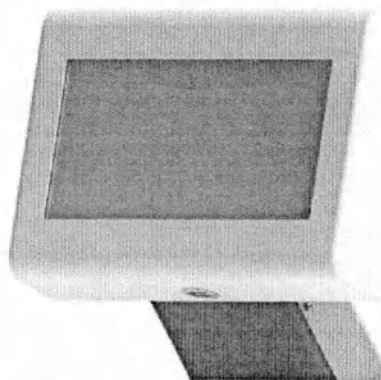

Рисунок 3.3 – Панель управления
3.3.1 Панель управления (Рисунок 3.3) – сенсорный экран емкостного типа, предназначенный для управления Изделием и контроля за ходом выполнения операций. Все параметры работы Изделия и информация о ходе выполнения операций (протоколы проводки, время завершения операций, информация о текущей стадии процесса и т. п.) отображаются на экране панели управления.